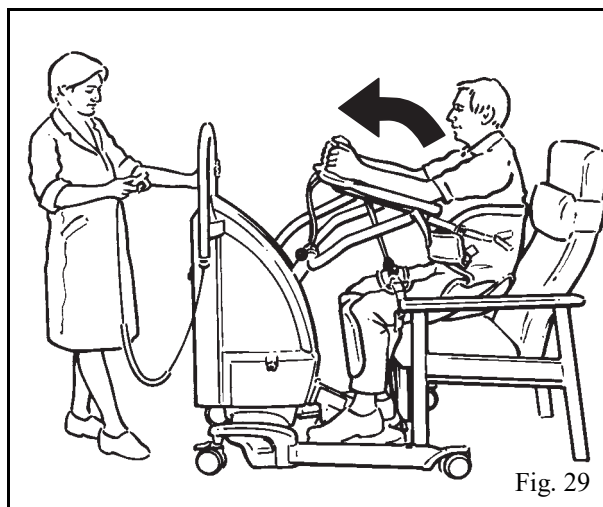

Fig. 29
5. Cuando el paciente esté listo, pulse el botón de elevación en el mando de control o el panel de control doble para levantarlo, al tiempo que le anima a ponerse en pie por sí mismo (Véase la fig. 29)